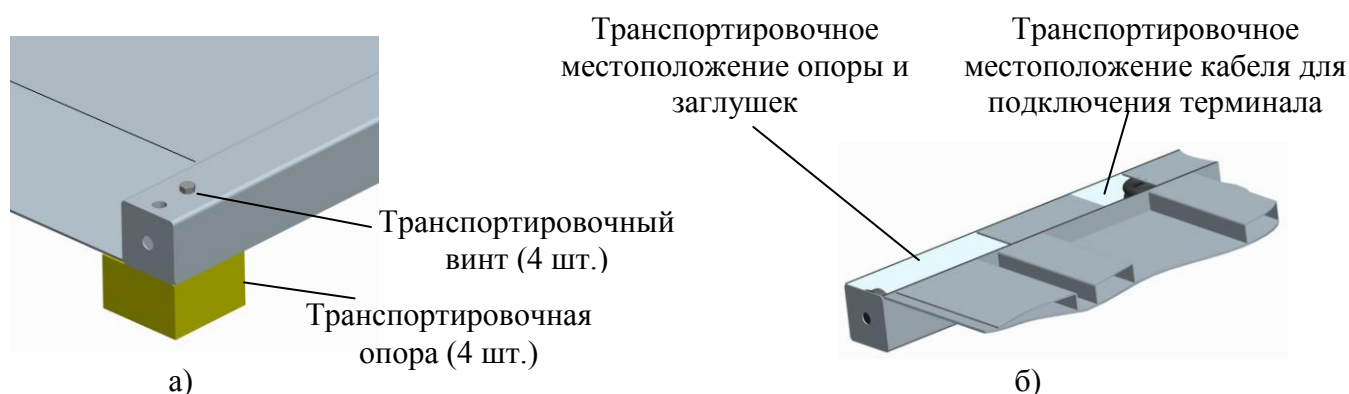

Рисунок 3.2 – Распаковка модуля 4D-LM
3.2.3 Вывинтите транспортировочные винты и удалите транспортировочные опоры (см. рис. 3.2а).
3.2.4 Переверните модуль и извлеките из модуля регулировочные опоры, заглушки и кабель для подключения терминала (см. рис. 3.2б).